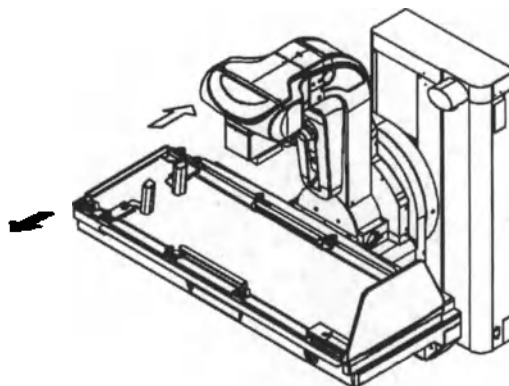

Рис. 7-2
(4) Боковое перемещение системы деки стола (рис. 7-2)